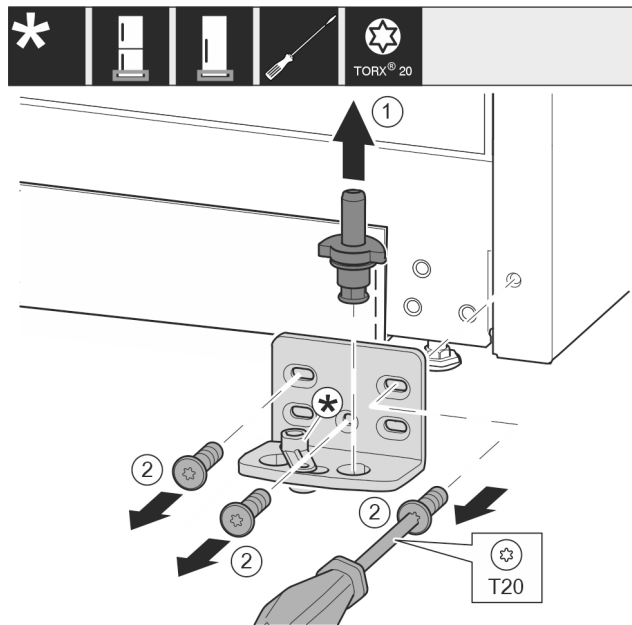

Fig. 44 \*
- Ložiskový čep Fig. 44 (1) celý vytáhněte nahoru.\*
- Šroubovákem vyšroubujte šrouby Fig. 44 (2) a sejměte stojan ložiska.\*